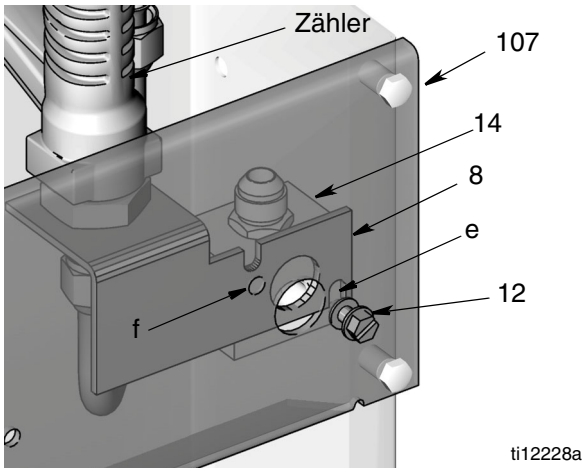
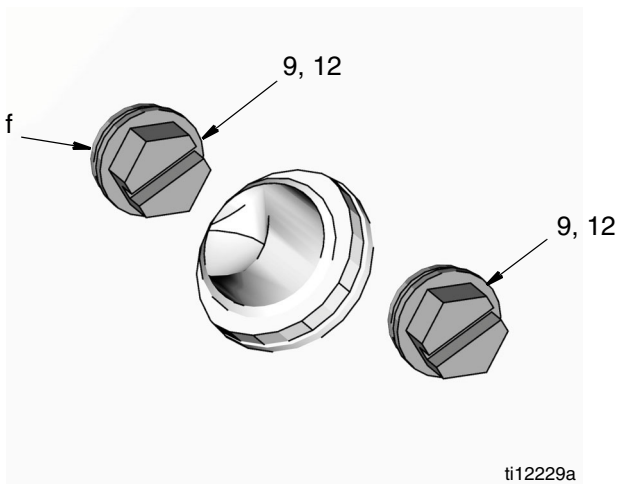

ABB. 14
ABB. 15
Der Montagewinkel (8) sollte zwischen den Verteiler (14) und die Frontblende (107) passen, wobei die Kerbe (e) auf dem Gewinde der Schraube (12) (installiert in Schritt 3) aufsitzt (siehe ABB. 14).
5. Installieren Sie die Scheibe (9) und die Schraube (12) in der Öffnung (f) (ABB. 14 und ABB. 15). Gut festziehen.